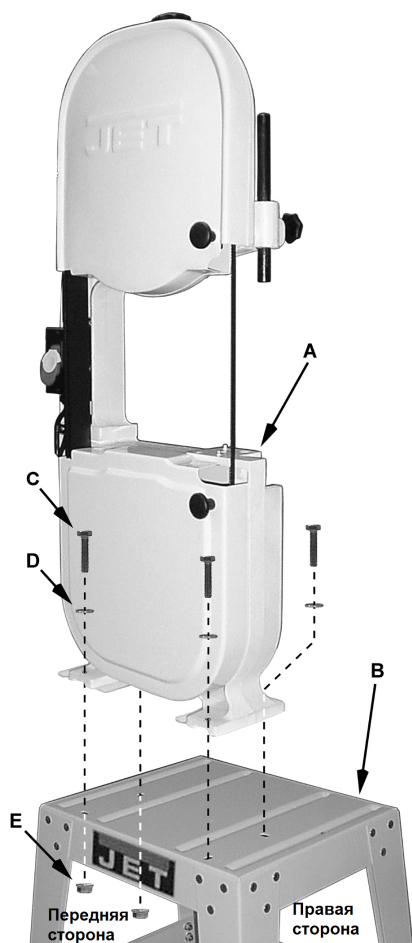

Рис. 2
См. рис. 2:
5. Встаньте справа от станка (рис. 2) и потяните двигатель к себе.